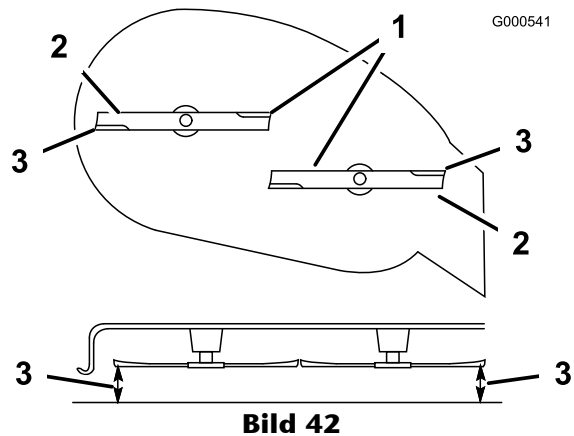

Bild 42
5. Drehen Sie die Schnittmesser vorsichtig von einer Seite zur anderen (Bild 42). Messen Sie den Abstand zwischen den äußeren Schnittkanten und der ebenen Oberfläche (Bild 42). Wenn beide Messwerte nicht innerhalb von 5 mm liegen, ist eine Einstellung erforderlich. Machen Sie mit diesen Schritten weiter.